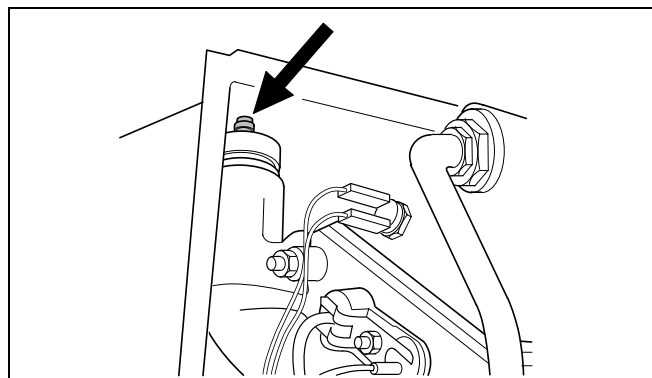

Abb. 13 Automatischer Entlüfter
- Schutzkappe am automatischen Entlüfter eine Umdrehung aufdrehen (Abb. 13). Sollte der Druck durch das Entlüften unter den Mindestdruck abgefallen sein, Wasser nachfüllen.